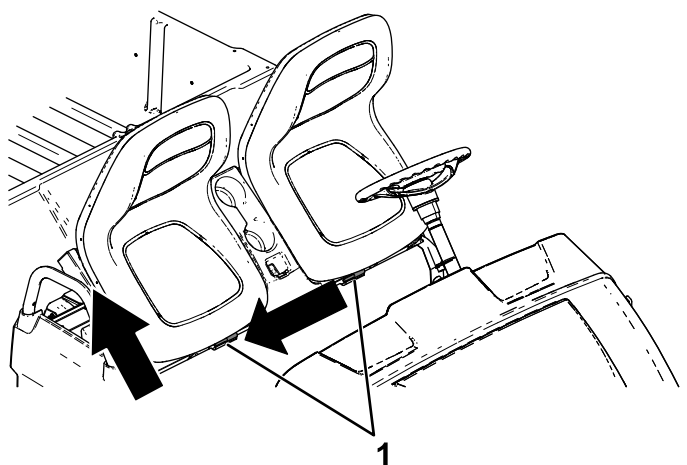

Figura 31
2. Fate scorrere il gruppo sedile sul lato estraendolo dai perni e sollevatelo (Figura 31).